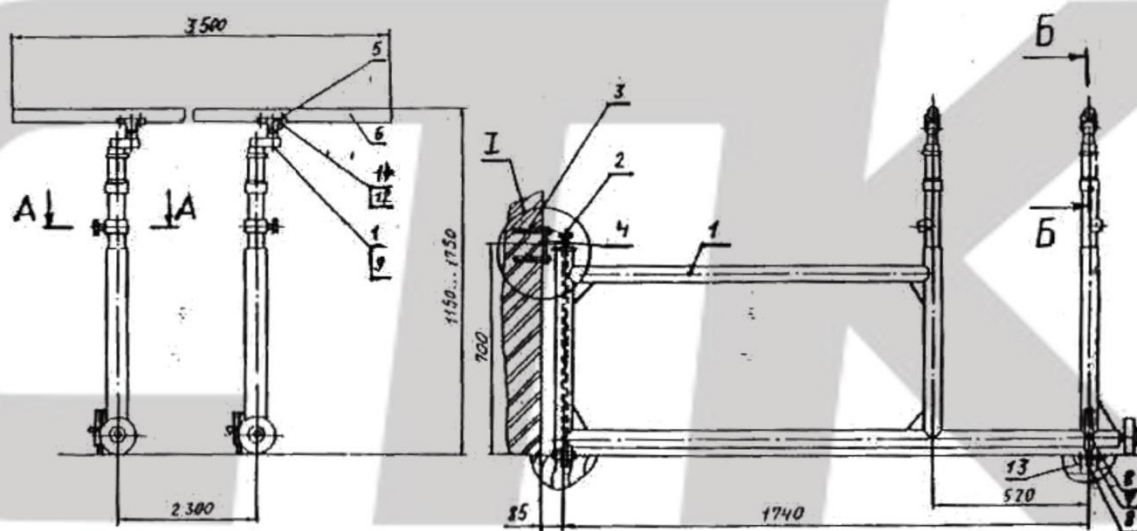

Рис. 1 Брусья гимнастические пристенные массовые
1. Брусья представляют собой сборную конструкцию (см. рис. 1), состоящую из 2-х рам в сборе 1, каждая из которых крепится к стене (см. рис. 1 и 2) посредством дюбелей цанговых 3, кронштейна 4 и оси 2.
4. Установите на стене кронштейны 4 с помощью дюбелей цанговых 3 для крепления рам в сборе 1, выдержав перпендикулярность рам относительно пола (см. рис. 1, 2 и 5).
10. Для регулировки расстояния между жердями ослабить затяжку рукояток 17 (см. рис. 1, 4), отрегулировать нужное положение жердей по ширине поворотом вертлюгов 16 и зажать вертлюги рукоятками 17.